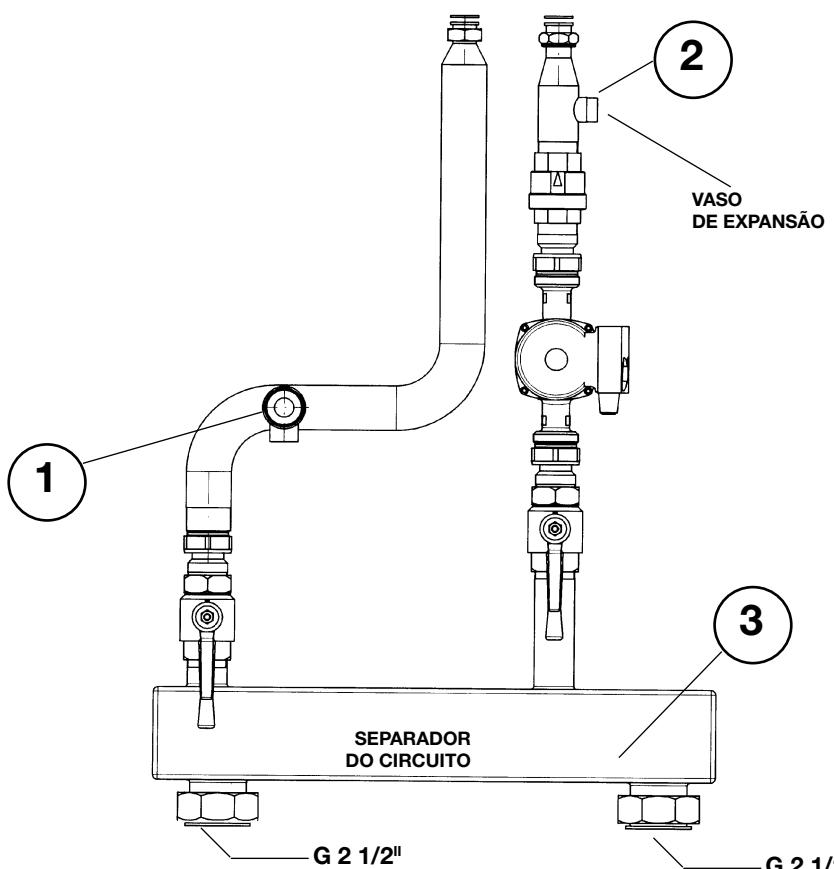

Figura 3: Componentes de instalação
Instale a válvula de segurança, fornecida com o kit, na respectiva união (ref. 1 Figura 3) com a junta G 3/4" entre o adaptador e a união. Monte a saída da válvula de segurança a um tubo de drenagem com sifão.
O vaso de expansão (não fornecido no kit) deve ter as dimensões adequadas à capacidade total da instalação normal e deve ser ligado à válvula de retenção (ref. 2 Figura 3).
O separador do circuito fornecido com o kit separa a circulação do sistema de aquecimento, de modo a manter um fluxo constante de água na caldeira, independentemente de perdas de carga (ref. 3 Figura 3).